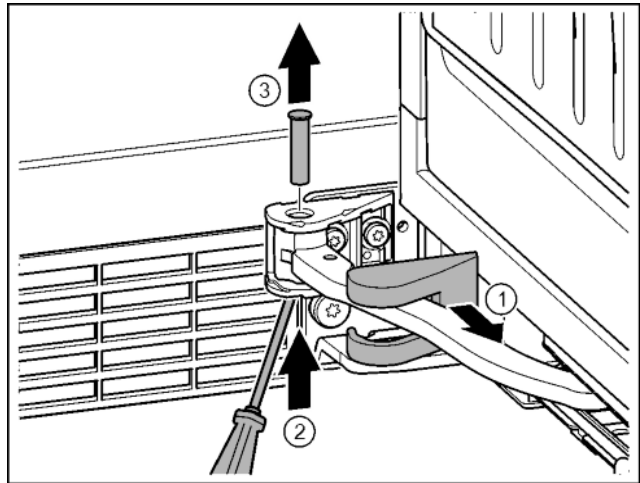

Fig. 15
- Húzza le a csapágybak fedelét, és a csukló mentén tolja el. Fig. 15 (1)
- Ujjával vagy egy csavarhúzóval emelje fel lentől a csapszeget. Fig. 15 (2)
- Vigye a csavarhúzót a csapszeg feje alá, és húzza ki azt. Fig. 15 (3)